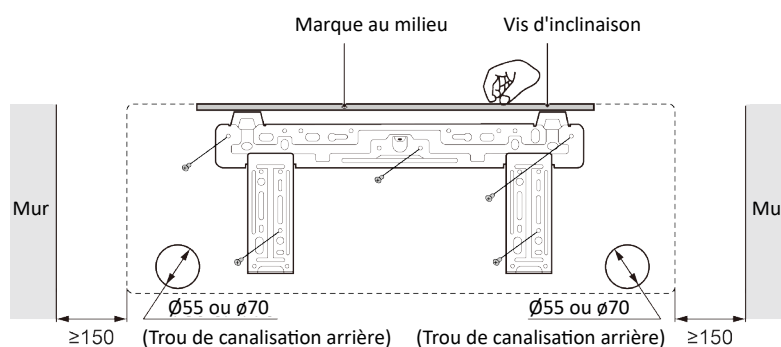
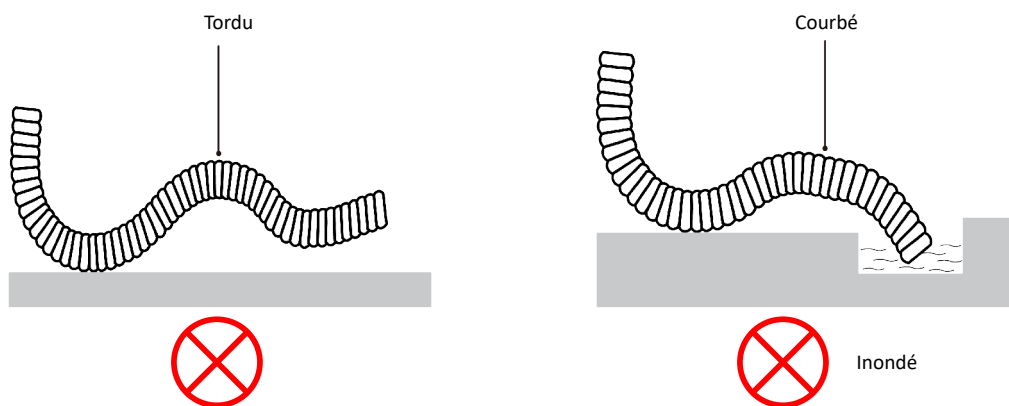

Fig. 4.2
Fig. 4.3
- 4 Le diamètre indiqué sur la Fig. 4.2 est de 55 mm ou 70 mm.
- ① Faites le trou de tuyauterie (Φ 55 mm ou 70 mm) dans le mur avec une légère inclinaison vers le bas du côté extérieur. Le centre du trou doit être déterminé en se référant à la Fig. 4.2.
- ② Insérez le manchon dans le trou à cette fin pour éviter que la tuyauterie et le câblage ne soient endommagés lors du passage par le trou.
- ① Pour une bonne évacuation, le tuyau doit être incliné vers le bas.
- ② Ne tordez pas ou ne pliez pas le tuyau d'évacuation et n'inondez pas son extrémité d'eau. (Fig.4.3)
- ③ Enveloppez le flexible d'évacuation avec un matériau résistant à la chaleur.
- ④ Il est interdit de raccorder le tuyau d'évacuation des condensats au tuyau d'évacuation ou à d'autres canalisations susceptibles de produire une odeur corrosive ou indésirable, car l'odeur risquerait de pénétrer à l'intérieur ou d'abîmer l'unité.
- ⑤ Il est interdit de raccorder le tuyau d'évacuation des condensats au tuyau d'eau de pluie, car l'eau de pluie risquerait de s'infiltrer et provoquer des blessures ou des dégâts matériels.
- ⑥ Le tuyau d'évacuation des condensats doit être raccordé à un système d'évacuation spécifique au climatiseur.